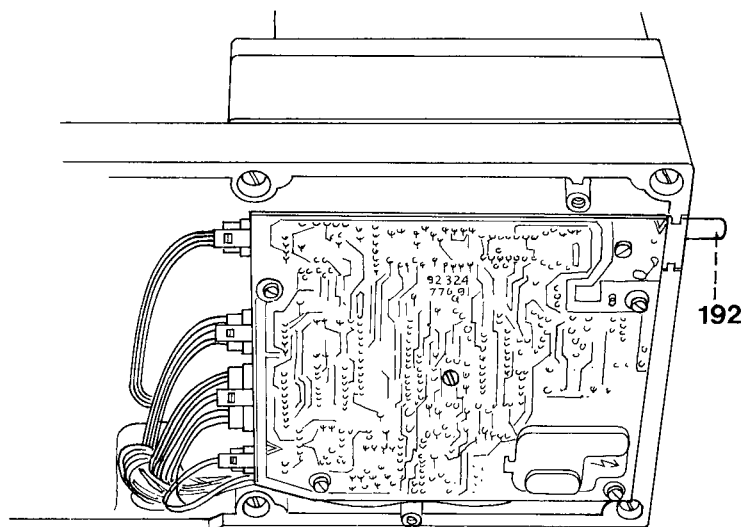

Fig. 57
- Das Poti vorsichtig im Uhrzeigersinn bis zum Anschlag drehen (Fig. 57).
- Plug in resistor plug 192 (Fig. 57).
- Engager la fiche de résistance 192 (fig. 57).